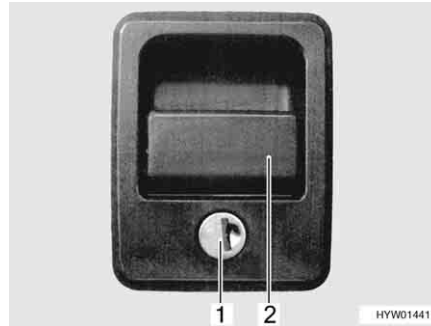

Fig. 35 Serratura dello sportello con impugnatura
- Inserire la chiave nel cilindro della serratura (Fig. 35,1) e ruotare di un quarto di giro. La serratura dello sportello è sbloccata.
- Tirare la maniglia della serratura (Fig. 35,2). In questo modo si apre lo sportello esterno.